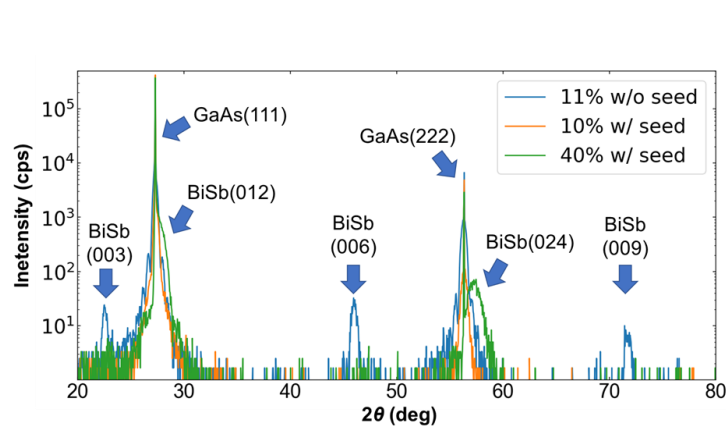
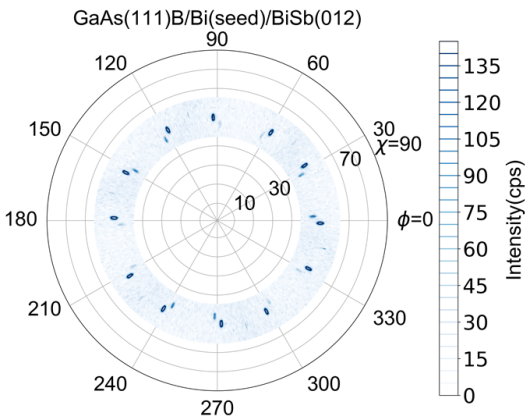

Fig.1 : XRD θ - 2θ spectra of various BiSb layers grown on GaAs(111)B substrates, with and without a Bi seed layer.
Fig.2 : XRD ϕ scan spectra of a $\text{Bi}_{0.6}\text{Sb}_{0.4}$ layer grown on a GaAs(111)B substrate with a Bi seed layer.
トポロジカル絶縁体は巨大なスピンホール効果を示す物質であり、スピン軌道トルクの発生源として注目されている [1,2]。我々は電気伝導率が高い($\sim 10^5 \Omega^{-1}\text{cm}^{-1}$) $\text{Bi}_{1-x}\text{Sb}_x$ トポロジカル絶縁体に着目し、常温において $\text{BiSb}(012)$ 面の超巨大なスピンホール角($\theta_{\text{SH}} \sim 52^\circ$)を観測したと共に、 BiSb のスピン軌道トルクによる超低電流密度の磁化反転を実証した[3]。さらに、スピンホール角が BiSb の面方位に強く依存したことを見出した[4]。従って、 BiSb の面方位の制御はデバイス応用上、大変重要な課題である。今回我々は $\text{GaAs}(001)$ 、 $(111)\text{A}$ 、 $(111)\text{B}$ 基板上に BiSb の結晶成長を系統的に行い、 GaAs 基板の方位および終端による BiSb の結晶方位の違いを調べた。 $\text{GaAs}(111)\text{A}$ 上には、 $\text{BiSb}(001)$ 面がエピタキシャル成長した[4]のに対して、 $\text{GaAs}(111)\text{B}$ 上には、 BiSb の (001) と (012) 面が両方出現した。しかし、 $\text{GaAs}(111)\text{B}$ 基板へ 5 ML 未満の Bi シード層を成長させた上に BiSb を成長させることによって、最適な条件で $\text{BiSb}(012)$ 面を選択的に成長させることに成功した。図 1 に $\text{GaAs}(111)\text{B}$ 基板上へ結晶成長を行った試料の XRD θ - 2θ 測定の結果を示す。シード層が無い場合に現れていた $\text{BiSb}(001)$ 面に付随するピークが、シード層の導入により消滅したことがわかった。図 2 に示した Bi シード層を導入した Sb 含有率 40%の試料について XRD ϕ 測定を行ったところ、成長した $\text{Bi}_{0.6}\text{Sb}_{0.4}(012)$ 層はテクスチャの状態であることが確認できた。一方、 $\text{GaAs}(001)$ 面上には、シード層の有無と関係なく、 $\text{BiSb}(001)$ のテクスチャ層が得られた。表 1 に今回の結果をまとめている。 BiSb の成長が基板の方位と終端およびシード層の有無に依存していることが分かる。References: [1] A. H. Mellnik *et al.*, Nature 511 (2014) 13534. [2] Y. Fan *et al.*, Nat. Mater. 13 (2014) 3973. [3] N. H. D. Khang *et al.*, Nat. Mater. in press. [4] K. Yao *et al.*, Intermag 2018, DC-03. [5] Y. Ueda *et al.*, Appl. Phys. Lett 110(2017) 062401.